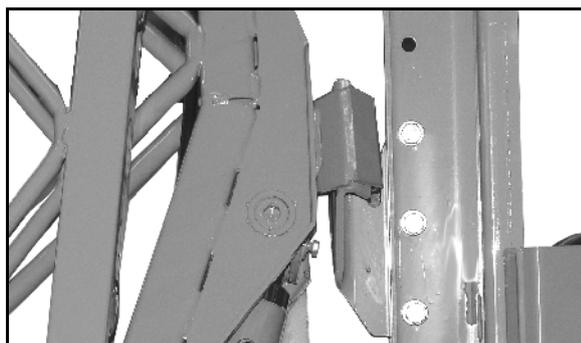

Рис. 10
- Транспортировочный фиксатор (Рис. 10) на штангах **Super-S**, защищающий от непреднамеренного раскладывания